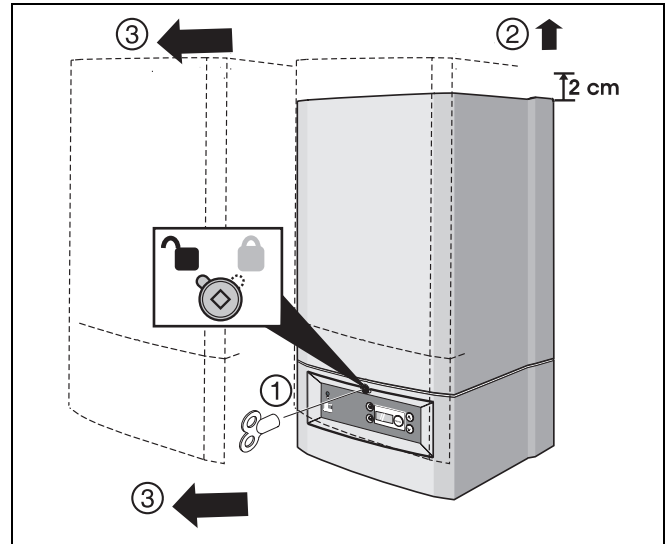

Fig. 4 *Indepărtarea carcasei*
- Se deșurubează șurubul de siguranță cu o șurubelniță și se scoate carcasa (Fig. 4).